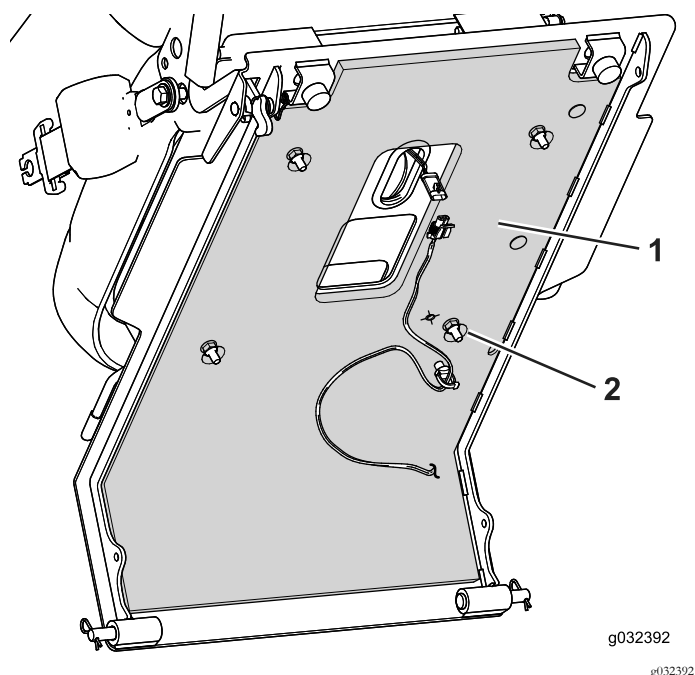

Figura 3
5. Retire el papel protector y aplique el protector térmico a la parte inferior de la chapa del asiento (Figura 3).